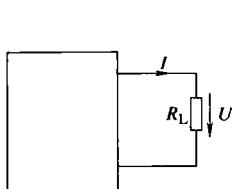

图 1-11 例 1-4 用图
**【例 1-4】** 图 1-11 表示某有源二端网络（方框内部分）对负载  $R_L$  供电的电路。通过测量得知，当负载电流  $I$  为 10A 时，端电压  $U$  为 220V；负载端开路时，空载电压  $U_{oc} = 225V$ 。试给出此有源二端网络的等效电压源电路和等效电流源电路。